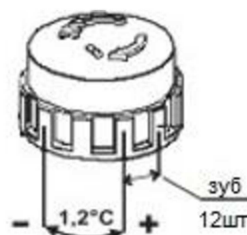

Рис.2
- 4.8. Установка температуры на термостатическом клапане с помощью пластикового колпачка (см. Рис.2). Если гайку повернуть на два шага против часовой стрелки, температура увеличится примерно на 1,2°C. Если гайку повернуть на два шага по часовой стрелке, температура уменьшится прилб. 1,2 °С.